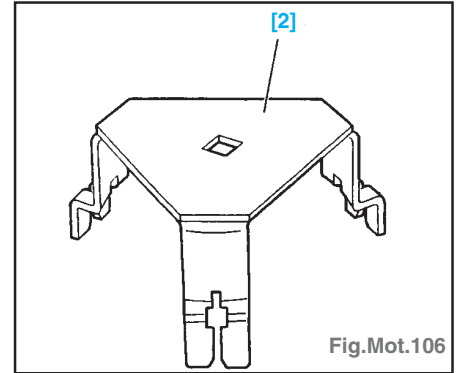

Fig.Mot.106
- Outil nécessaire (Fig.Mot.106) :